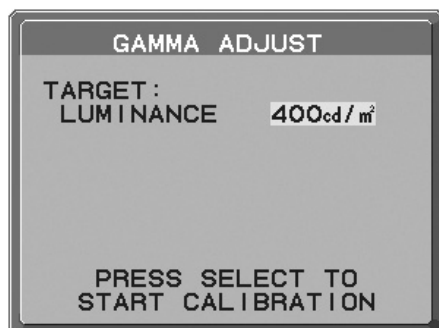

Abbildung 15
- Legen Sie die Zieleinstellung für die LUMINANCE (LUMINANZ) (cd/m²) fest (**Abbildung 15**). Drücken Sie SELECT, um die Kalibrierung zu starten. Abhängig von der Benutzereinstellung kann dies einige Minuten in Anspruch nehmen.